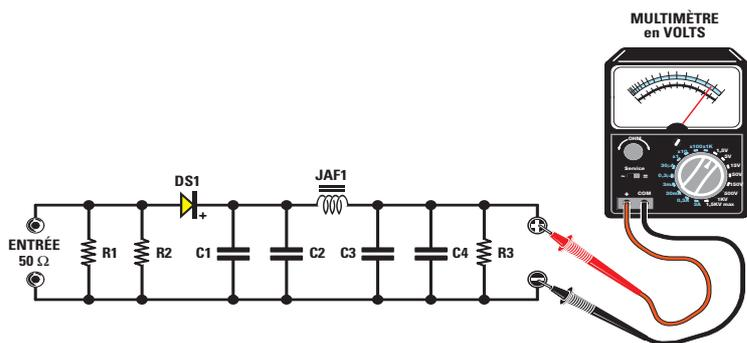

Figure 14: Pour permettre un réglage aisé des bobines de cet émetteur, il vous sera utile de disposer de cette sonde de charge.
**Figure 15a :** Schéma d'implantation des composants de la sonde HF. Tous les composants visibles sur le schéma électrique de la figure 14 sont montés sur un petit circuit imprimé.
**Figure 16 :** La sonde de charge visible sur la figure 14 est reliée à la sortie de l'émetteur comme on peut le voir sur le dessin. Pour régler l'émetteur, suivez scrupuleusement toutes les instructions données dans le texte. Le niveau correct de puissance sera atteint lorsque vous lirez une tension qui ne soit pas inférieure à 2,8 volts sur le voltmètre.